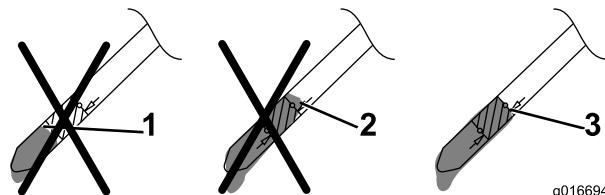

Figure 7
5. Sortez de nouveau la jauge et vérifiez le niveau d'huile ; voir Figure 7.
- Si le niveau d'huile est trop bas, ajoutez **lentement** une petite quantité d'huile dans le tube de remplissage, puis répétez les opérations 3 à 5 jusqu'à ce que le niveau d'huile soit correct, comme montré à la Figure 7.